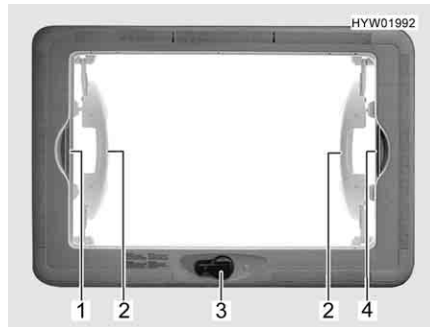

Bild 84 Hebe-Kippdach
- Handkurbel (Bild 84,3) drehen, bis Widerstand spürbar ist (max. Öffnungswinkel 70°).
- Jeweils einen Griff (Bild 84,2) mit einer Hand fassen und Hebe-Kippdach in die gewünschte Stellung bringen.
- Faltverdunklung am Griff (Bild 84,1) zum gegenüberliegenden Griff des Insektenschutzrollos (Bild 84,4) ziehen und einrasten lassen.
- Griff der Faltverdunklung (Bild 84,1) aushängen.
- Schließen:* ■ Insektenschutzrollo am Griff (Bild 84,4) zum gegenüberliegenden Griff der Faltverdunklung (Bild 84,1) ziehen und einrasten lassen.
- Öffnen:* ■ Insektenschutzrollo am Griff der Faltverdunklung (Bild 84,1) aushängen.
■ Insektenschutzrollo am Griff (Bild 84,4) langsam zurückführen.